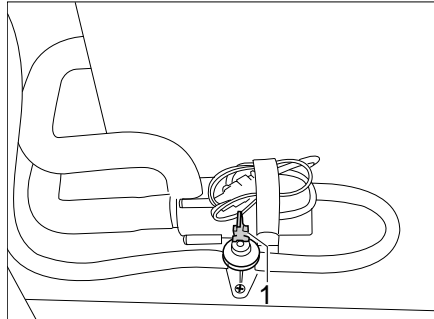

Bild 220 Ablasshahn
- Alle Ablasshähne öffnen. Dazu den Kipphebel (Bild 220,1) senkrecht stellen.